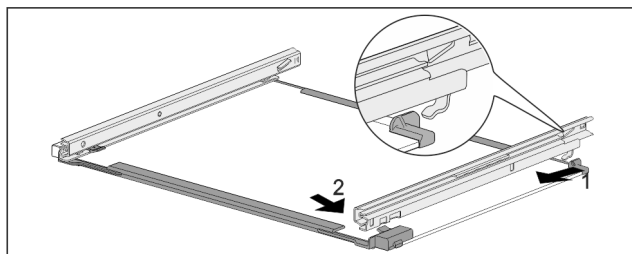

Fig. 172 Tablette en verre avec rails
- Accrocher le rail à l'arrière. Fig. 172 (1)
- Accrocher le rail à l'avant. Fig. 172 (2)